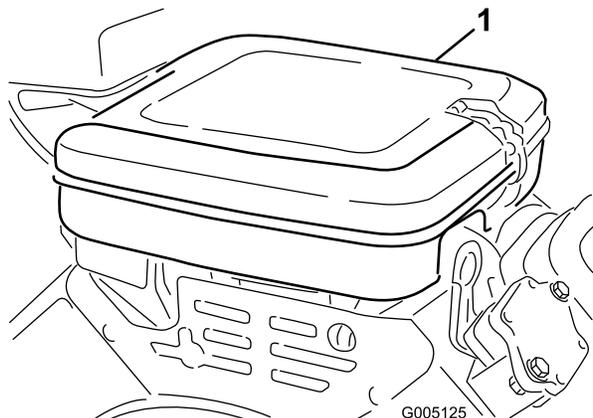

Figure 40
1. Nettoyez soigneusement le couvercle (Figure 40).